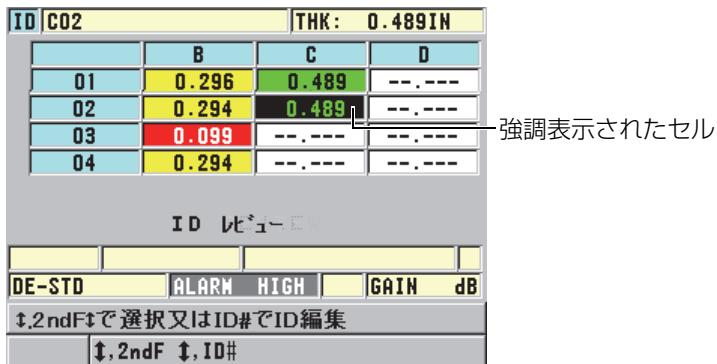

図 9-11 ID レビュー画面で強調表示された DB グリッドセル
3. ID レビュー画面で、以下の操作を行います（167 ページの図 9-11 を参照）。